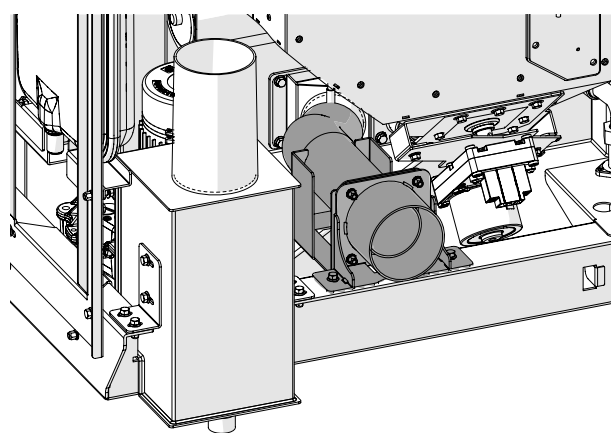

Fig. 44
- Kit canalizzazione aria comburente (**Fig. 44**).